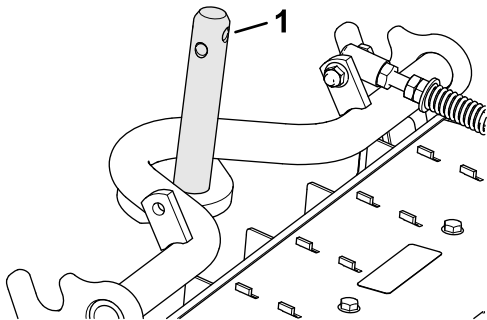

Bild 8
- Schmieren Sie den Trägerrahmen mit sauberem Schmiermittel ein (**Bild 8**).